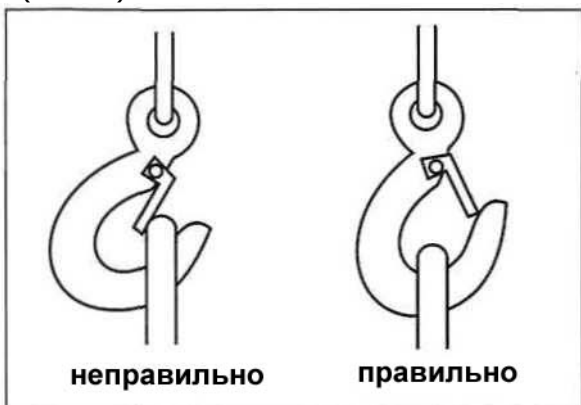

Рис. 5
3. Подвесьте груз на главный крюк или на крюк отводного блока. Предохранительная щеколда должна плотно закрыться. Не фиксируйте груз на крюке перед предохранительной щеколдой (Рис. 5), не используйте трос в качестве стропов